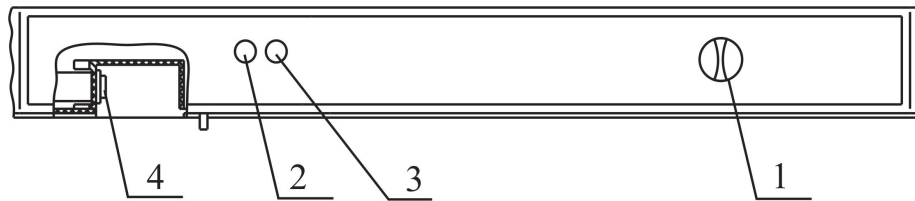

Рис. 2 Схема расположения приборов управления и сигнализации
6.1 Включение и отключение холодильника производится штепсельной вилкой сетевого шнура (не рекомендуется тянуть за сетевой шнур). Загоревшаяся зеленая лампа 2 (рис.2) на панели свидетельствует о том, что холодильник включен в электросеть. Желтая индикаторная лампа 3 горит при работе холодильника в режиме замораживания.
6.2 Температурный режим в холодильной камере устанавливается путем поворота ручки терморегулятора 1 (рис.2) до выбранного по шкале температурного режима. При этом:
6.3 Если Вы хотите сократить время замораживания продуктов, то можете использовать режим замораживания. Режим замораживания включается нажатием клавиши переключателя 4 (рис.2). При этом на панели загорается индикаторная лампа 3 (рис.2).
ВНИМАНИЕ ! Не позднее 24 часов после загрузки последней партии продуктов переведите холодильник в режим хранения, нажав клавишу переключателя 4, при этом индикаторная лампа 3 (рис.2) гаснет.